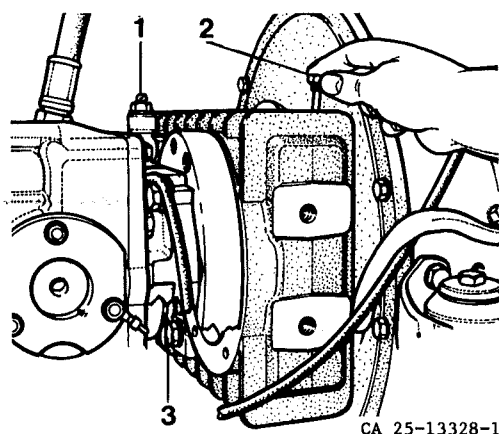

Fig 68 Fördelningsväxellåda
- 10 Skruva i nivåpluggen (2) resp. mätstickan (2), fig 68, och sätt tillbaka påfyllningspluggen (1).